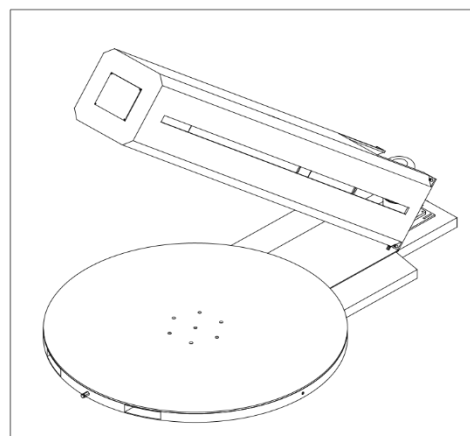

FIG 2-10
2. Закрепите язычок M10 в верхней части вертикальной стойки с помощью железных тросов крана, а затем медленно поднимите стойку (рис. 2-10), чтобы она оставалась вертикально к основанию.